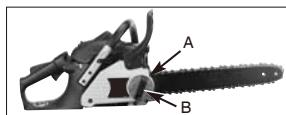

Fig. 4
- Hold spissen på styreskinnen opp og vri justeringeskjederingen (A) MED KLOKKEN for å øke kjedespenningen. Vri kjederingen (A) MOT KLOKKEN for å redusere spenningen på kjeden. Sørg for at kjeden passer godt helt rundt styreskinnen. (Fig. 4)
- Etter at justeringen er gjort, og mens du fremdeles holder spissen på skinnen i aller øverste posisjon, strammer du sikrert til skinnens holdeknot (B). Kjeden har riktig spenninng når det sitter stramt rundt hele veien og kan trekkes rundt av en hånd med hanske på. (Fig. 4)